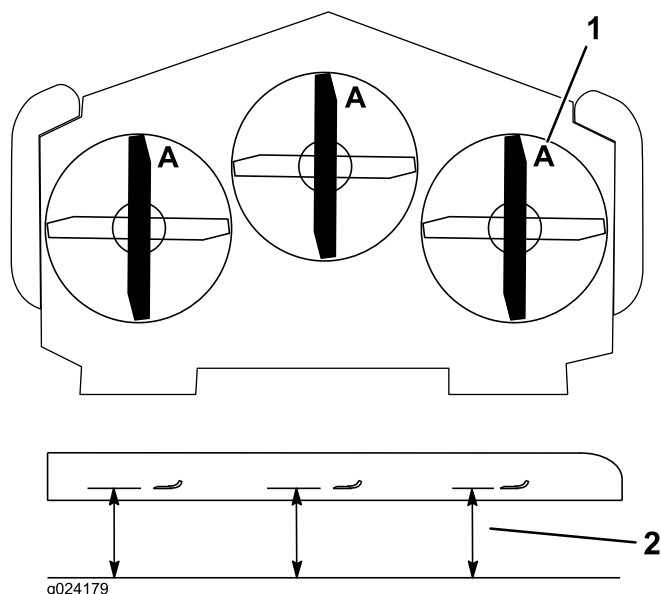

Figura 91
3. Girate le lame fino a disporle in parallelo con la lunghezza della macchina (Figura 91). Misurate da un piano orizzontale fino al tagliente delle lame, posizione A, (Figura 91). Prendete nota di questa misura.